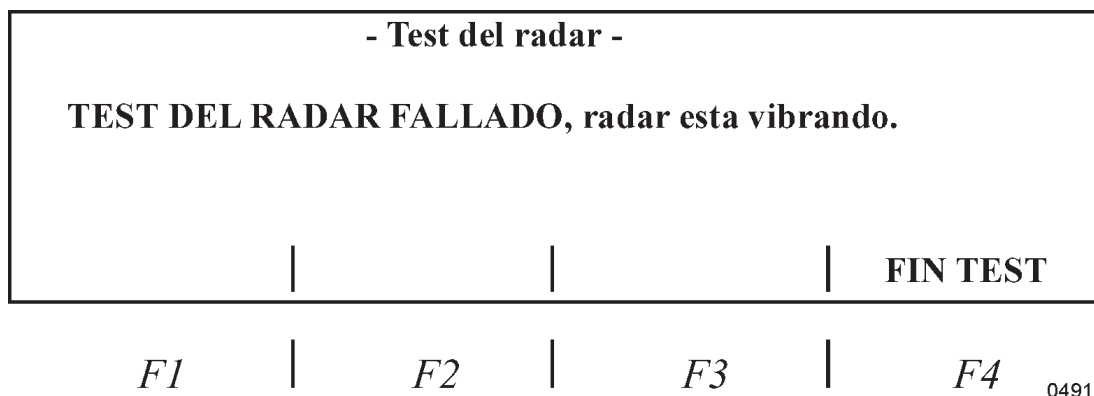

Figura 12-61. Test del radar - Fallo de vibración
1. Durante los primeros 5 segundos del test la velocidad del radar es leída. Si en cualquier momento la entrada es mayor de 2,4 Km/h, entonces hay un problema de vibración y el test es terminado inmediatamente. En el display se mostrará la pantalla de la figura 12-61.